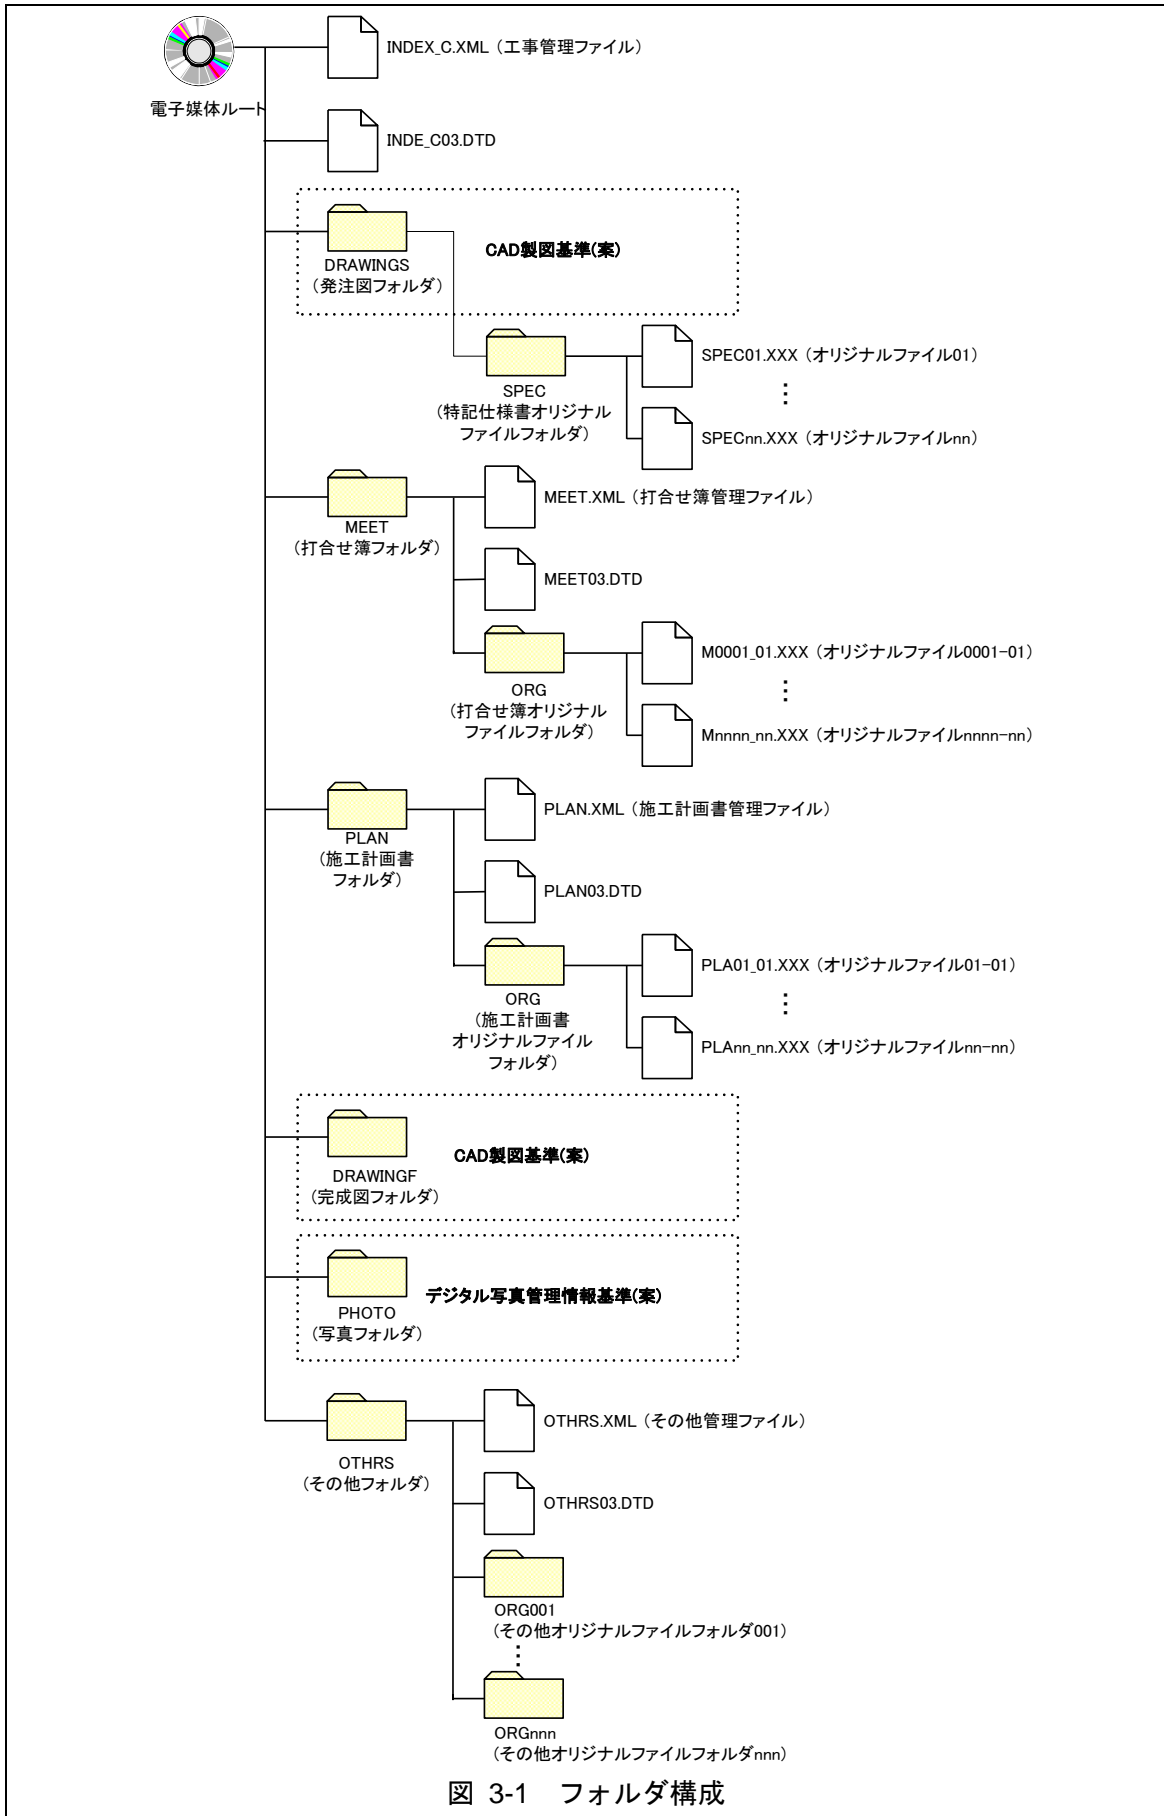

図 3-1 フォルダ構成
電子的手段により引き渡される電子成果品は、図 3-1に示すフォルダ構成とする。
- 図 3-1 のフォルダの順番は、例示であり、表示の順番はこれによるものではない。